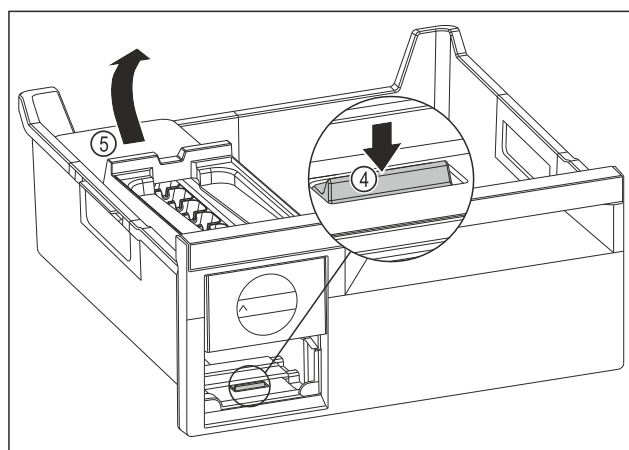

Fig. 212
- ▶ Вийняти корпус EasyTwist-Ice: натиснути накладку Fig. 212 (4) пальцем вниз і одночасно підняти корпус EasyTwist-Ice Fig. 212 (5) ззаду іншою рукою.